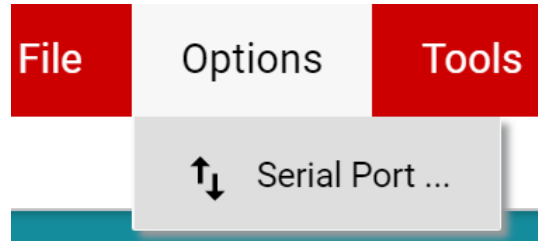

图 3-7. 更改串行端口
- 如果 GUI 的左下角未显示 *Hardware Connected*，请在 *Options* → *Serial Port* 下检查不同的硬件 COM 端口（请参阅图 3-7）。